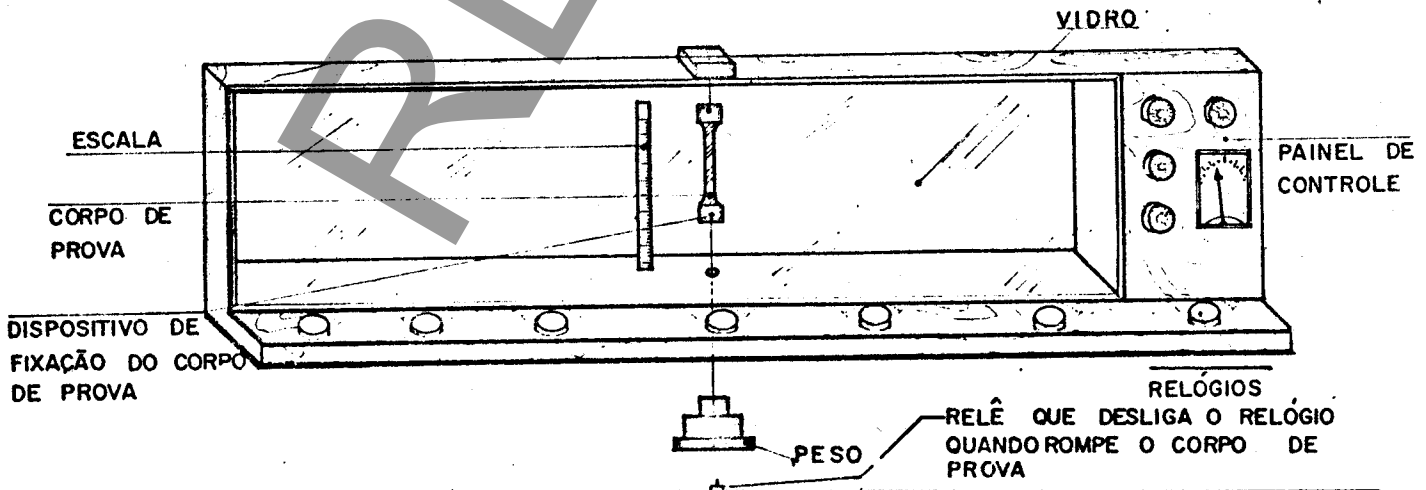

FIGURA 2 - Exemplo de aparelhagem para o ensaio em estufa
3.5 Estufa com circulação de ar, conforme Figura 2.